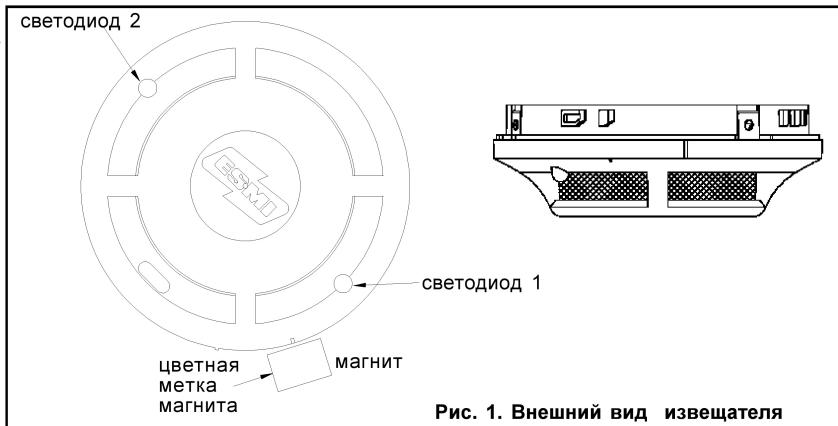

Рис. 1. Внешний вид извещателя
Дымовой пожарный извещатель ИП212-96 (ESMI2251EM) является оптико-электронным адресно-аналоговым извещателем (рис. 1, 2). Эти извещатели предназначены для обнаружения возгораний в помещениях различных зданий и сооружений по увеличению оптической плотности среды при её задымлённости. Извещатель ИП212-96 (ESMI2251EM) передает текущее значение оптической плотности в месте установки на адресно-аналоговый приемно-контрольный прибор (ААПКП). **Извещатель ИП212-96 (ESMI2251EM) должен использоваться только с совместимыми ААПКП в соответствии с документацией на них.** Питание извещателей и связь с ААПКП производится по 2-х проводному шлейфу. Режим ПОЖАР включается по сигналу от ААПКП и сохраняется до получения от ААПКП команды на переход в дежурный режим. Режим ПОЖАР индицируется непрерывным свечением двух красных светодиодов, обеспечивая обзор в 360°. При необходимости для индикации режима ПОЖАР возможно подключение выносного светодиодного индикатора. В дежурном режиме светодиоды извещателей периодически включаются примерно на 0,2 с (если этот режим запрограммирован в ААПКП).
1. Поместите магнит M02-24 (в комплект поставки не входит) рядом с извещателем, как показано на рис. 1, на расстоянии примерно 2 см от светодиода 1. В этом месте на верхней стороне крышки извещателя имеется 2 -х миллиметровая риска.